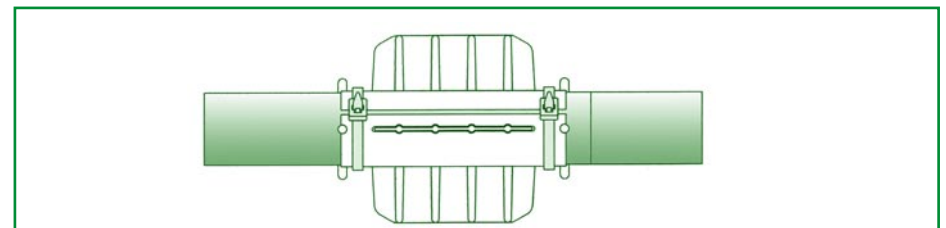

Fig. 5
6. Impegnando la FASCETTA COMPOSTA tra i pioli e i pattini distanziatori, serrarla al massimo in modo da ottenere una perfetta adesione del collare al tubo. Eseguire la medesima operazione di serraggio sulla parte opposta del collare con la seconda FASCETTA COMPOSTA (**Fig. 5**).
Engage the **COMPOSED CLIP** between the nogs and the ridges and tighten it to ensure a perfect fit of the spacer onto the pipe. Secure the opposite side of the spacer with a second **COMPOSED CLIP** (**Fig. 5**).